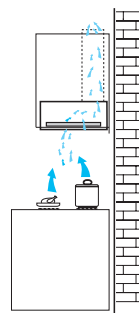

Fig. 2
- L'aria viene filtrata da un filtro al carbone e riciclata nell'ambiente. **Fig. 2.**